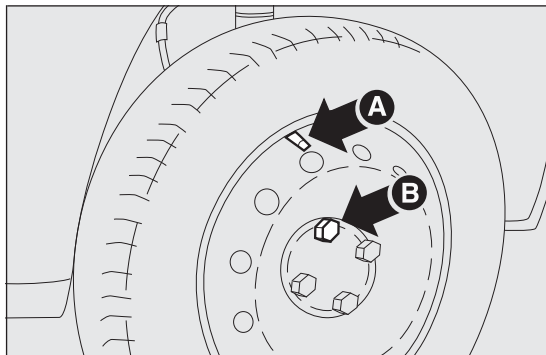

fig. 132
- para los vehículos con llantas de aleación, montar la rueda normal apretando el primer tornillo B fig. 132 con 2 vueltas en el orificio más cercano a la válvula de inflado A;